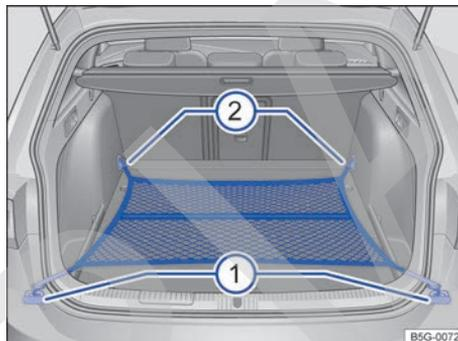

Fig. 154 En el maletero: bolsa de red enganchada a ras del piso.
- Dado el caso, levante las argollas de amarre delanteras → fig. 154 ②.
- Fije los ganchos de la bolsa en las argollas de amarre ② → ▲. La cremallera de la bolsa tiene que quedar hacia arriba.
- Fije los ganchos de la bolsa en las argollas de amarre ①.